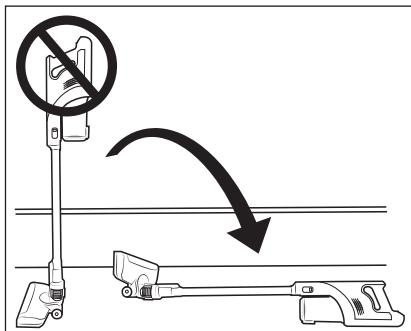

Fig. 9
- ▶ Sugeåbningerne på produktet samt gulvbørsten ② og sugerøret ④ skal altid være åbne og må ikke blokeres. Blokeringer medfører overophedning og skader på motoren.
- ▶ Sørg for, at EPA-filteret ⑤ altid er sat i, før du bruger produktet.
- ▶ Stil ikke støvsugeren oprejst, hvis du indimellem slukker den eller vil stille den fra dig. Sæt støvsugeren i vægholderen ⑯, eller læg den på gulvet (se fig. 9 og 10). Ellers kan støvsugeren vælte på grund af dens høje tyngdepunkt og blive beskadiget og i uheldige tilfælde ødelægge andre genstande.